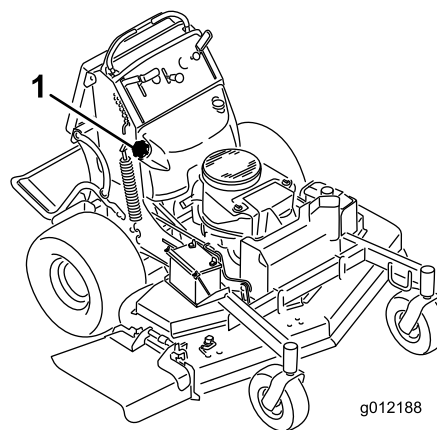

Figura 52
5. Servendovi della pompa a mano, travasate il carburante in una tanica pulita adatta (Figura 52).